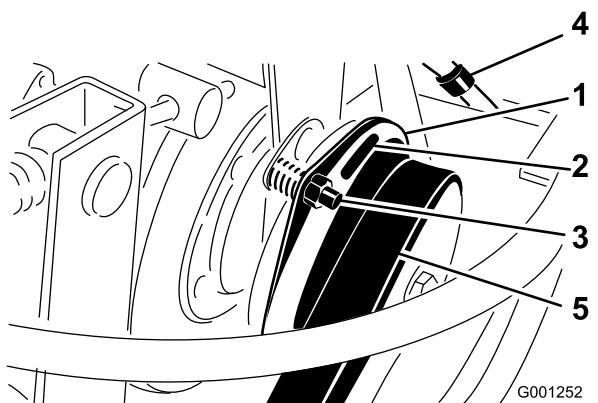

図 95
- クラッチのライニングと摩擦プレートとの間のギャップを 0.38 mm のすきまゲージが通れるよう調整する図 95。
注 調整ナットを右に回すと隙間が小さくなる図 95。整備時の隙間の最大値は 0.76 mm である。3 か所すべてでエアギャップの調整を行う。